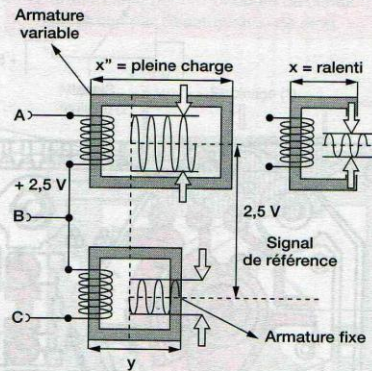
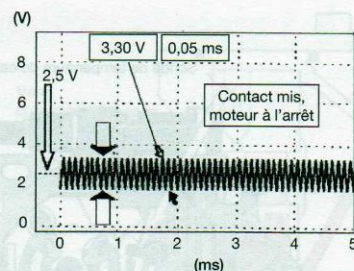

Figure 65.5. Principe du capteur inductif Bosch
Figure 65.7. Signal de la bobine de référence
Deux bobines identiques sont alimentées, en leur point de liaison central, par une tension continue de + 2,5 V (point « B », fig. 65.5).
Cette fréquence induit, dans chacun des enroulements, un champ magnétique dont l'amplitude dépend de la grandeur de l'armature métallique (fig. 65.5).
Le champ magnétique induit est constant, et la tension alternative (fig. 65.5, bornes B et C) est appelée « signal de référence » (fig. 65.7).
La bague mobile, appelée « bague de court circuit » liée aux déplacements de l'actuateur de débit, fait varier la grandeur de l'armature (X), (champ magnétique induit variable) (fig. 65.5 et 65.8).